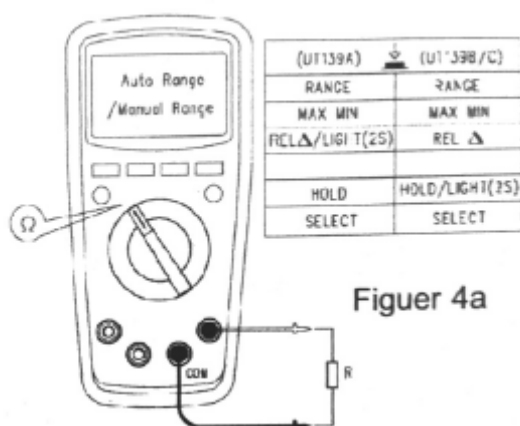

Figure 4a
2) Измерение сопротивления (смотреть Figure 4a)